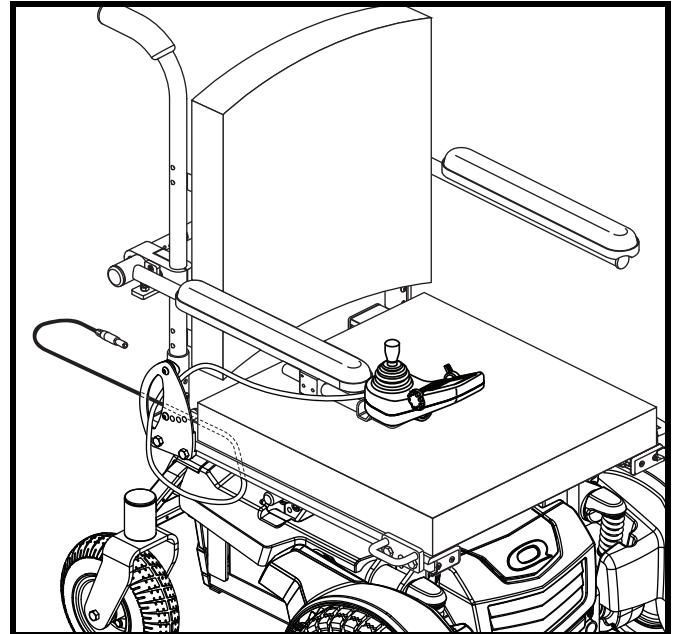

Figure 9. Câble sécurisé sur un siège Synergy
4. Installez le contrôleur et passez le câble vers l'arrière de la base motorisée. Voir la figure 9 ou 10.